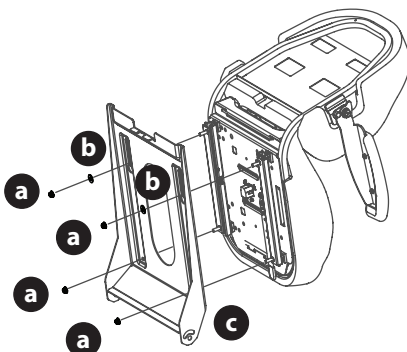

Fig. 6
- b. Para un asiento con ajuste de palanca, use las tuercas de seguridad con brida (a) y las arandelas planas (b) (Fig. 6).